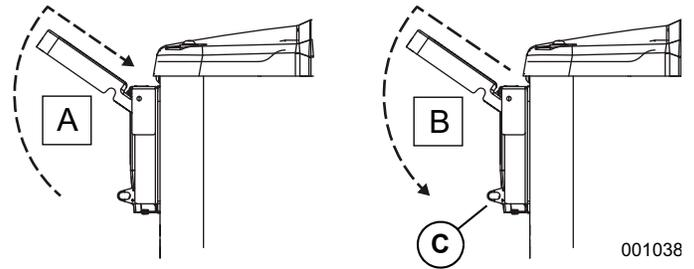

Figura 3-1. Apertura y cierre de la tapa del controlador
1. Vea la vista "A" en la Figura 3-1. Levante la tapa desde la parte inferior para abrirla. La tapa se bloqueará en posición cuando esté levantada.
2. Vea la vista "B" en la Figura 3-1. Tire de la tapa levantada levemente hacia arriba y afuera, luego bájela para cerrarla.
NOTA: Los códigos locales pueden requerir que este compartimiento esté cerrado. Se provee un portacandado de manera que el propietario u operador pueda asegurar el compartimiento con un candado (C en la Figura 3-1). Compruebe en los códigos locales los requisitos de cierre del compartimiento lateral.